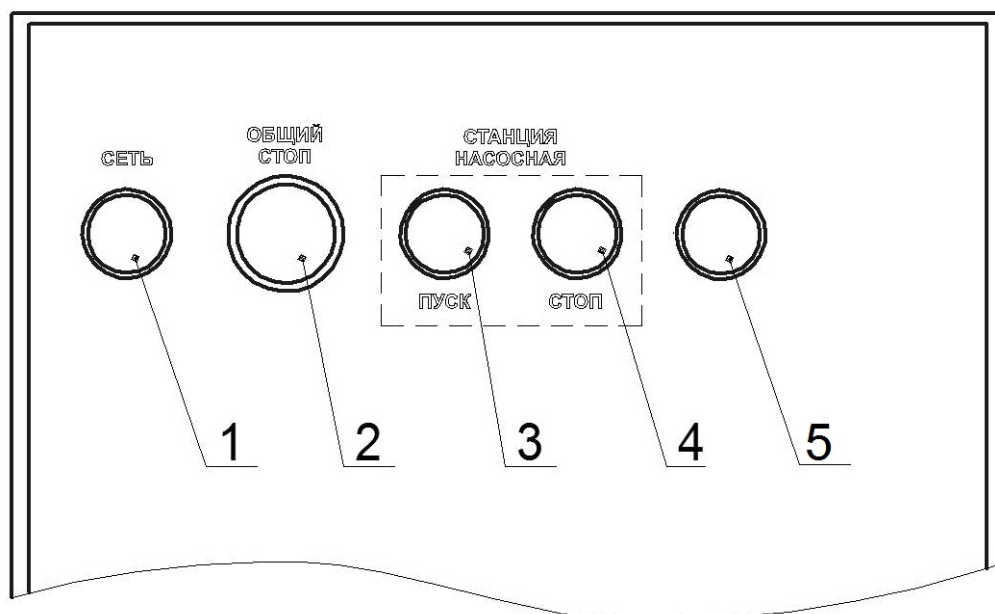

рис. 9 Пульт управления
– Правым джойстиком опустить пуансон 2 опустить пуансон на смесь в матрице и, удерживая рукоятку на себя, нажать на педаль включения вибраторов вибростола (на пульте управления есть дублирующая кнопка включения вибраторов SB4 – рис. 9) В процессе вибрации и опускания пуансона на смесь происходит уплотнение смеси. Процесс вибропрессования должен длиться до упора шпилек в траверсу пресса, и, как правило, должен составлять 4÷10 сек. Момент касания упоров оператор контролирует визуально, после чего отпускает рукоятку в нейтральное положение и снимает ногу с педали (или руку с кнопки). При меньшем, чем 4 сек. времени прессования может получиться «рыхлое» изделие. При большем, более 12 сек. (13÷15 сек.) может начаться процесс «расслоения» изделия, т.е. если уже физически уплотненное изделие продолжать вибрировать, происходит сдвиг уплотненных слоев, нарушается связь частиц смеси между собой и после высыхания изделия происходит его разрушение даже после незначительного удара. Задача оператора состоит в том, чтобы экспериментальным путем (изменяя время предварительной вибрации, т.е. изменяя время загрузки смеси в матрицу) добиться загрузки необходимого для формовки количества смеси исходя из массы готового изделия,